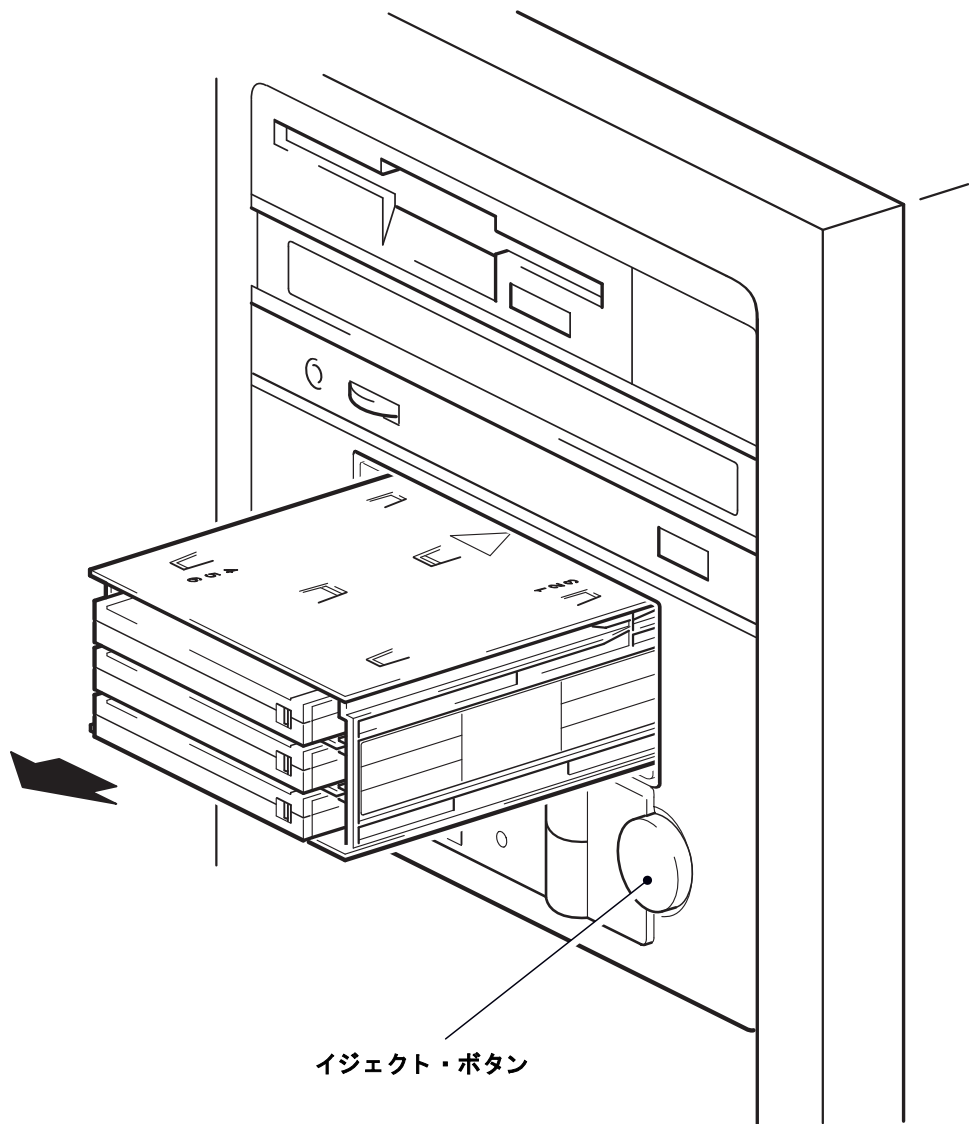

図 12: オートローダのアンロード
- 1 フロント・パネルのイジェクト・ボタンを押します (図 12 を参照)。